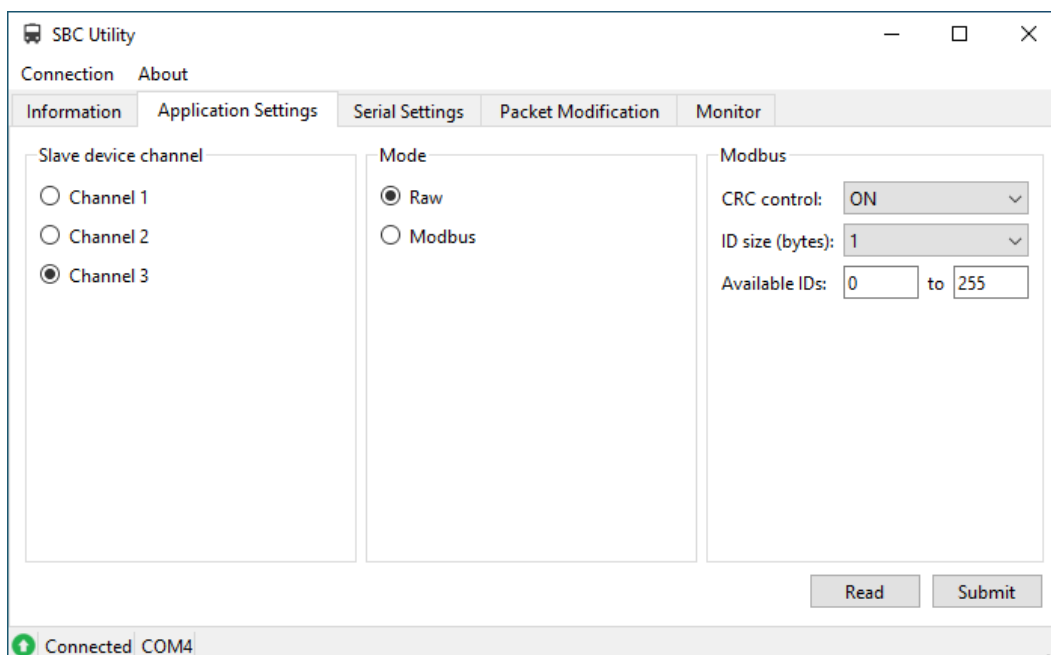

Рисунок 8
5.1.4 В разделе **Application Settings** (рисунок 8) выберите: